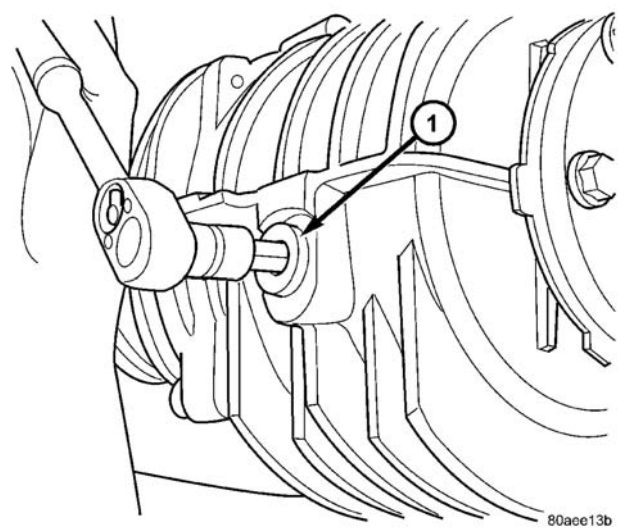

图 41 差速器加油塞
差速器总成的加油塞（图 41）位于总成壳体的后部。
- （6）卸下差速器加油塞（图 41）。